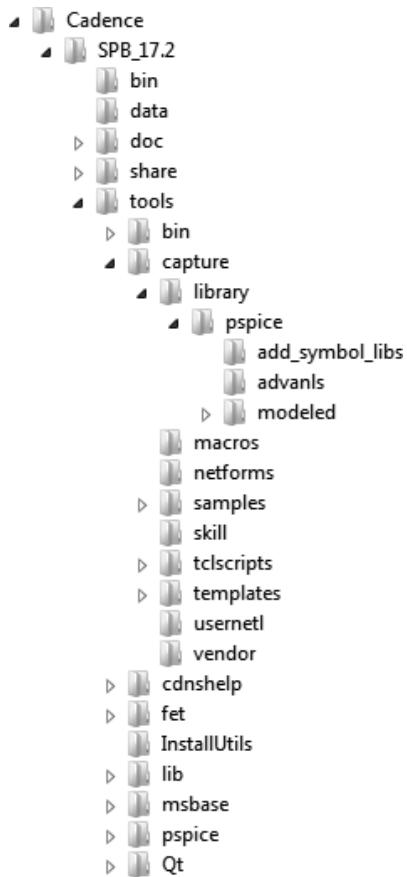

Bild 0.5 Pfad zu *add_symbol_libs*
V. Kopieren Sie das Verzeichnis der Symbolbibliotheken *add_symbol_libs* nach *C:\Cadence\SPB_17.2\tools\capture\library\pspice* (vgl. Bild 0.5)